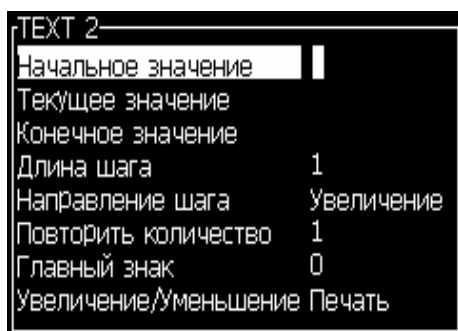

Рисунок 5-38: Диалоговое окно “New Counter” (новый счетчик)
- 4 Нажмите кнопку “Enter” (ввод) для открытия диалогового окна “counter” (счетчик) для счетчиков Рисунок 5-38).
- 5 Установите параметры для всех полей в диалоговом окне “*Counter Configuration*” (конфигурация счетчика) (смотрите Рисунок 5-38).